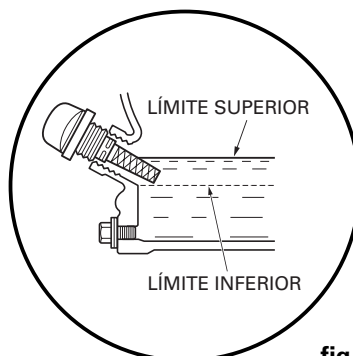

fig.16
3. Llene el cárter del motor con el aceite recomendado (Consulte la página 39). Verifique el nivel de aceite (Fig. 16).